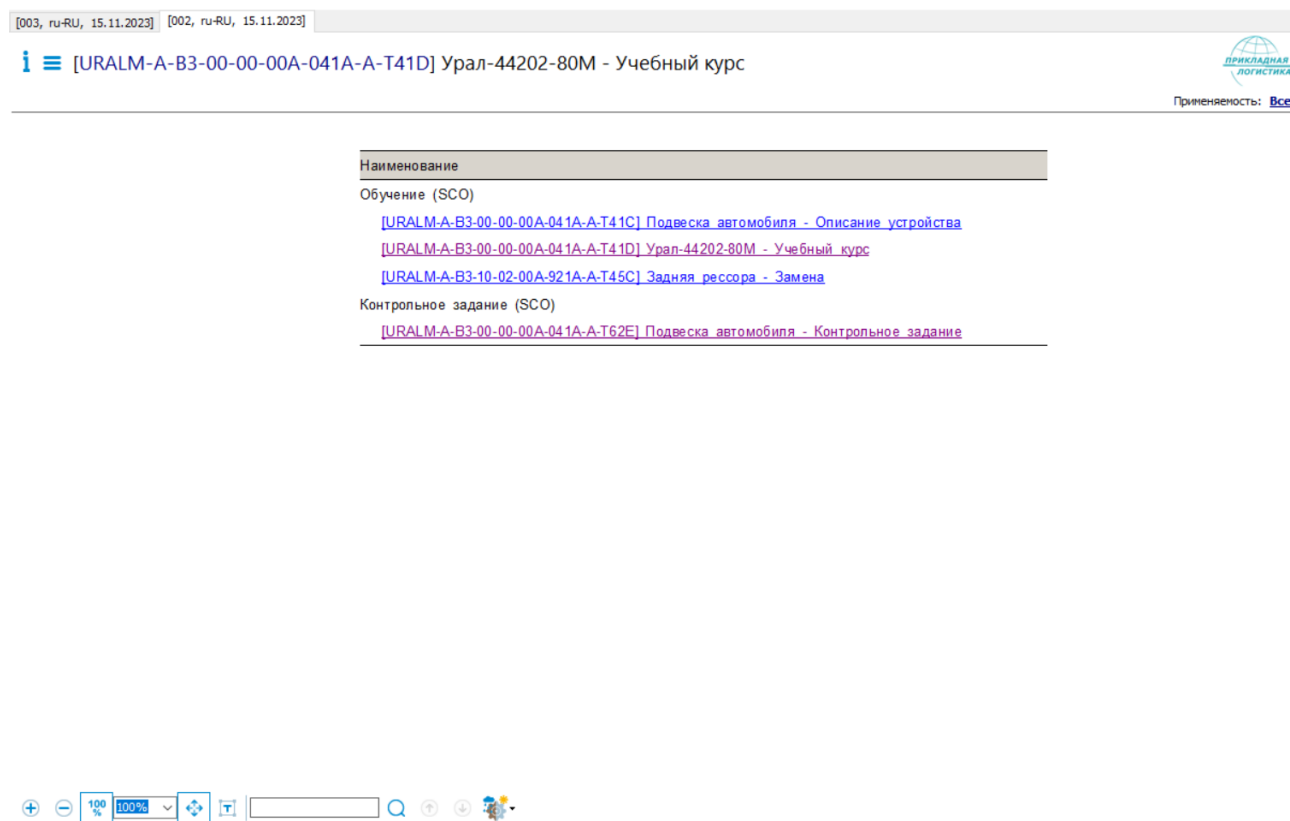

Рис. 211
2. На вкладке **Структура** выберите МД типа «Набор данных для обучения». В окне просмотра информации отображается таблица ссылок на МД данных для обучения. Набор данных может включать в себя ссылки на вводные обучающие материалы, а также на контрольные задания. (Рис. 211).